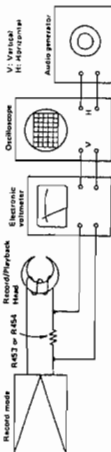

Figure 15-1
1. Make connection of instruments as shown in Fig. 15-1.
- Die Instrumente gemäß Abbildung 15-1 anschließen.
- Comme le montre la Figure 15-1, effectuer le raccordement des instruments.